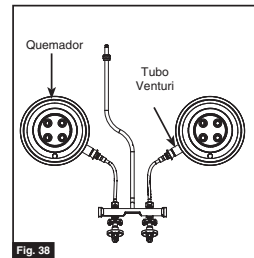

Fig. 38
8. Asegúrese que la parte de los orificios estén dentro de los tubos venturi, luego apriete todos los tornillos autorroscantes. (Fig. 38)